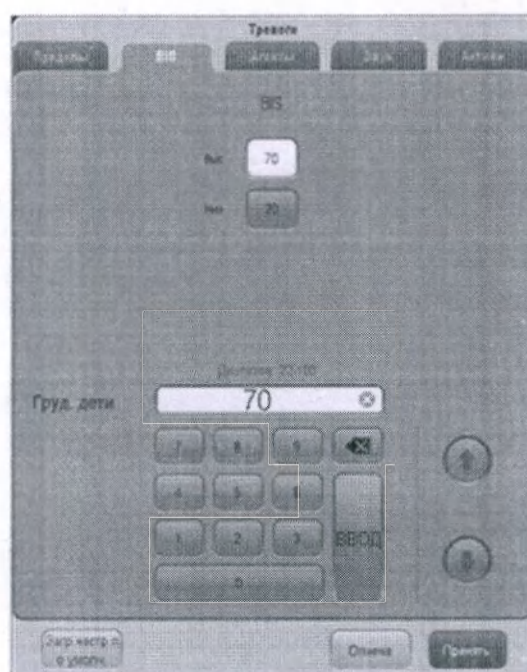

РИСУНОК 10-11 Предел тревог по BIS
2. Выберите вкладку «BIS» (См. рисунок 10-11).